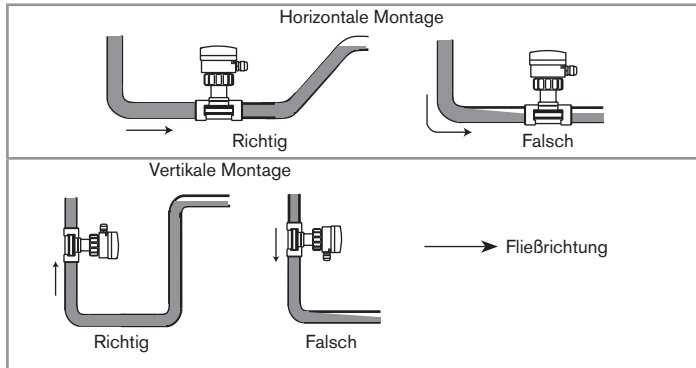

Bild 9: Füllung der Rohrleitung
- Darauf achten, dass die Rohrleitung im Bereich des Sensors immer gefüllt ist (Bild 9).
- Sicherstellen, dass bei der vertikalen Montage die Fließrichtung, wie durch den Pfeil angezeigt, nach oben verläuft (siehe Bild 9).